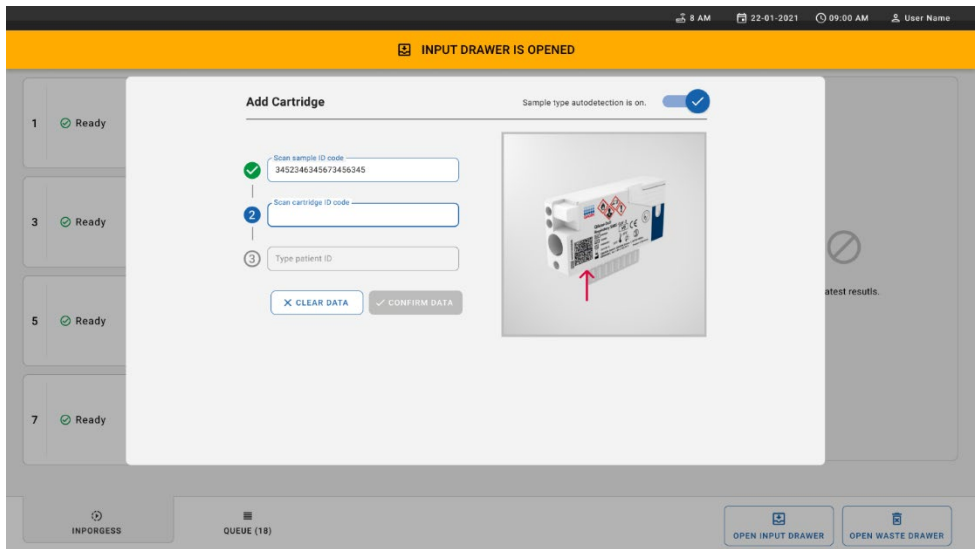
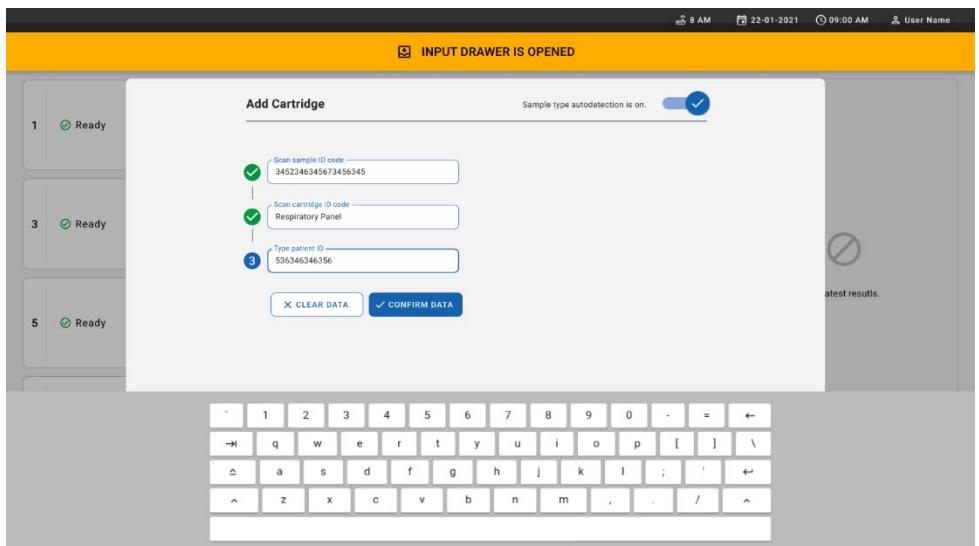

Figure 25. Saisie de l'ID du patient.
Figure 26. Écran de saisie de l'ID du patient, puis de confirmation des données.
10. Saisissez l'ID du patient (Patient ID [ID du patient] doit être configuré sur **on** [activé]) (figure 25), puis confirmez les données (figure 26).